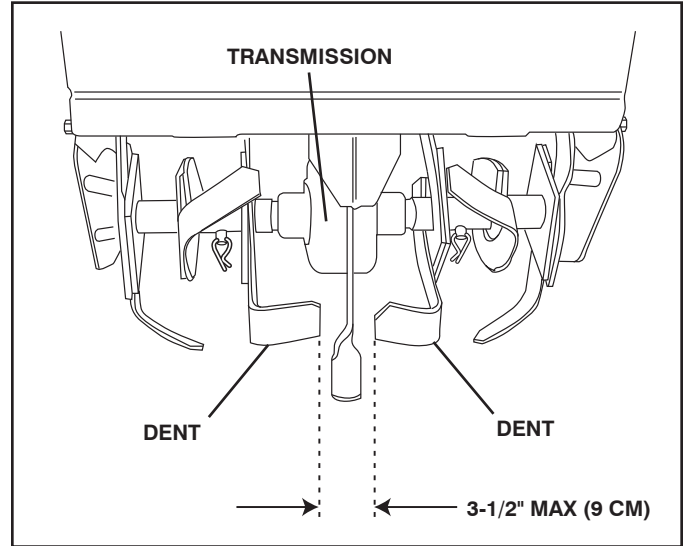

Fig. 25
- Les nouvelles fraises devraient être montées comme illustré dans la figure 25. Les bords de fraise aiguisés tourneront en arrière à partir d'en haut.